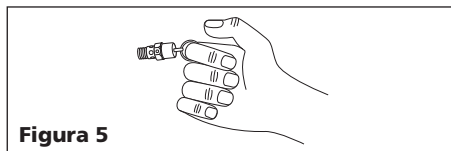

Figura 5
2. Usando gafas de protección, tire del anillo de la válvula de seguridad (vea las Figura 5) para liberar la presión del tanque del compresor. Use su otra mano para desviar el aire que se mueve a gran velocidad y evitar que le dé en el rostro.
2. Hale el anillo de la válvula de seguridad y deje que calce en su posición normal (Figura 5).